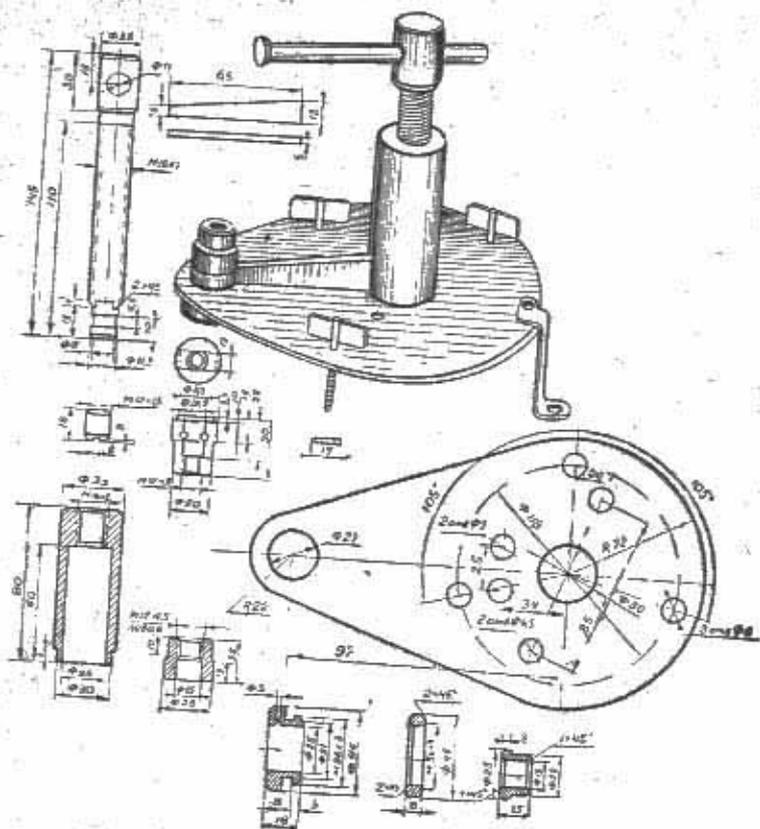

Рис. 6. Приспособление для распрессовки и запрессовки коленчатого вала и разъединения половины картера.
- с помощью специального приспособления (рис. 6), закрепленного на правой половине картера в точках крепления статора генератора, разъединить половины картера, следя за тем, чтобы не было перекосов половин картера и чтобы не рассыпались ролики подшипника основной шестерни;